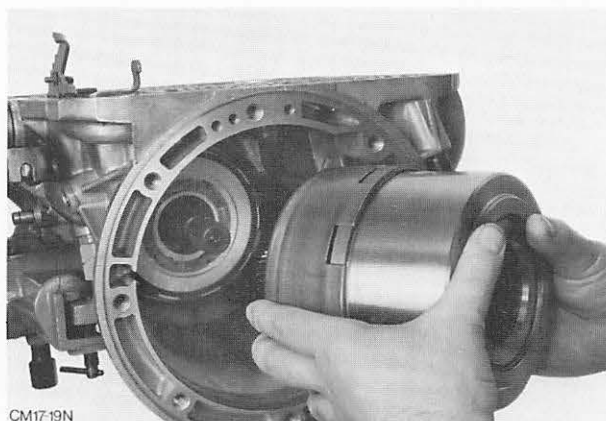

Abb. 54 Vorderen Triebssatz entfernen
12. Vorderen Triebssatz und Anlaufscheibe Nr. 5 herausnehmen. Abb. 54.